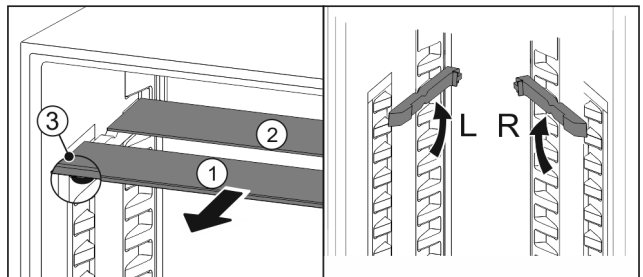

Fig. 151
- ▶ Glasplatten einzeln nach vorne herausziehen Fig. 151 (1).
- ▶ Glasplatte Fig. 151 (1) mit Zierleiste liegt vorne.
- ▶ Stopps Fig. 151 (3) zeigen nach unten.